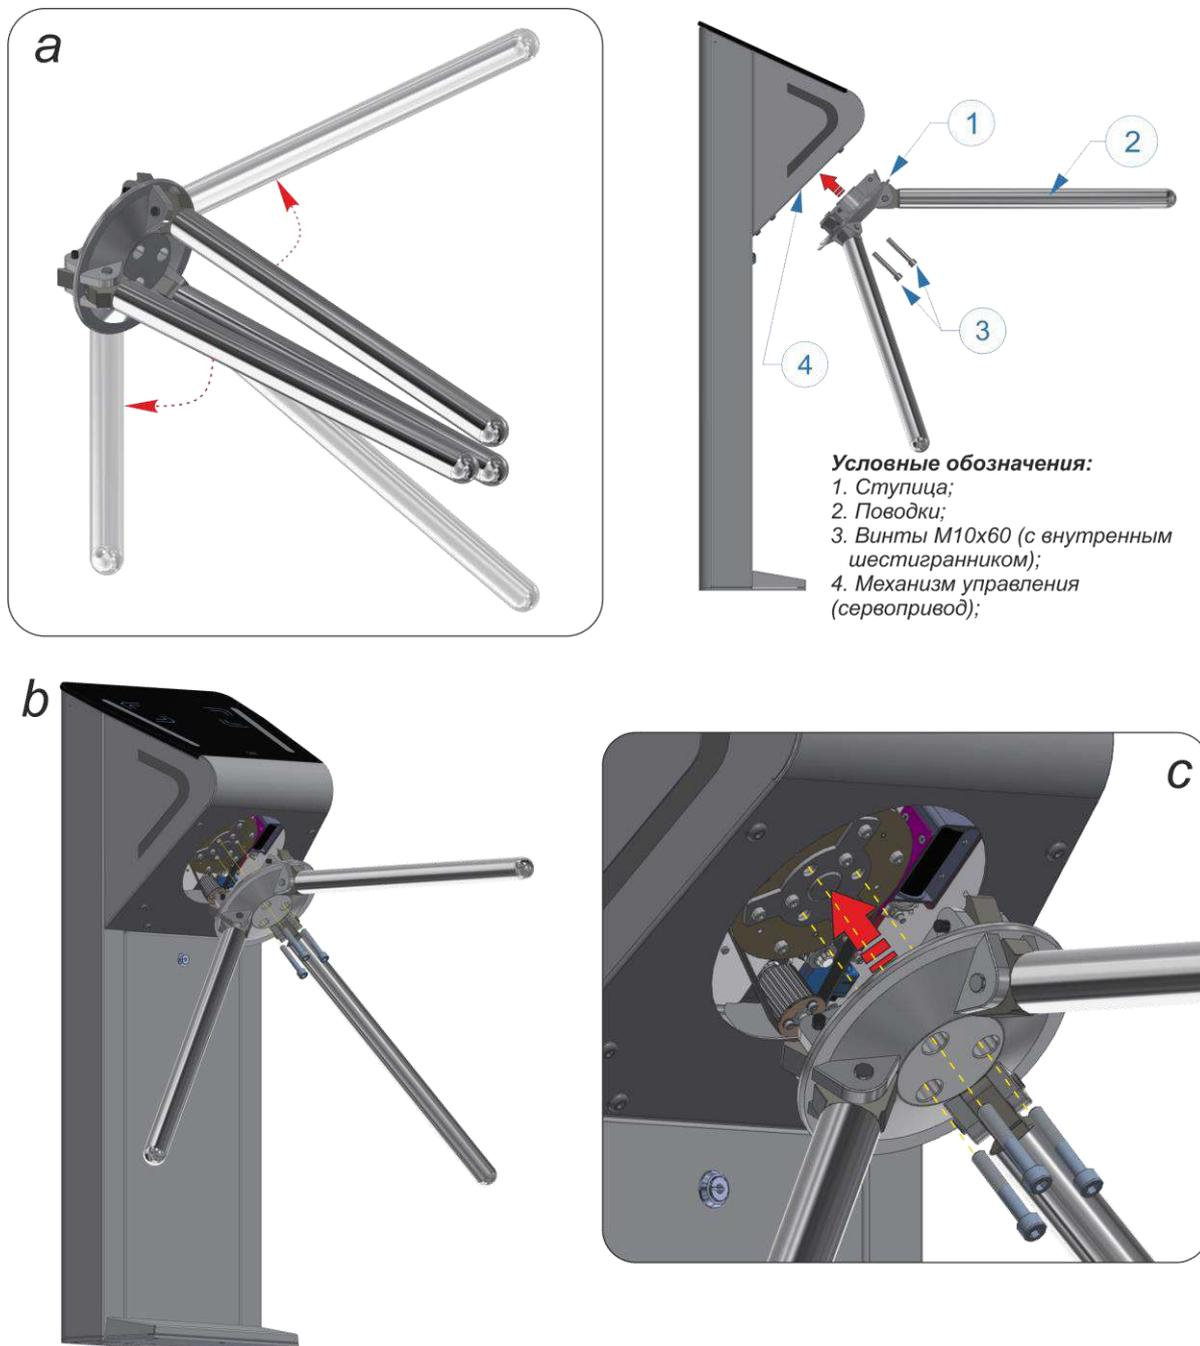

Рис. 16 – Установка ступицы с поводками в корпус турникета-трипода
а) Вручную разложить поводки (2) ступицы (1) (см. Рис. 16).